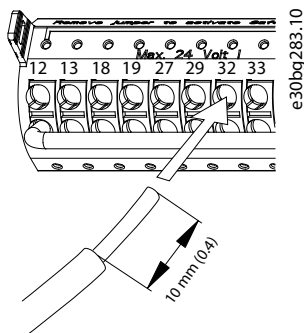

Bild 5.20 Ansluta fasta styrkablarna
- Den fasta kabeln (den bara delen) trycks in i anslutningen. Se *Bild 5.20*.